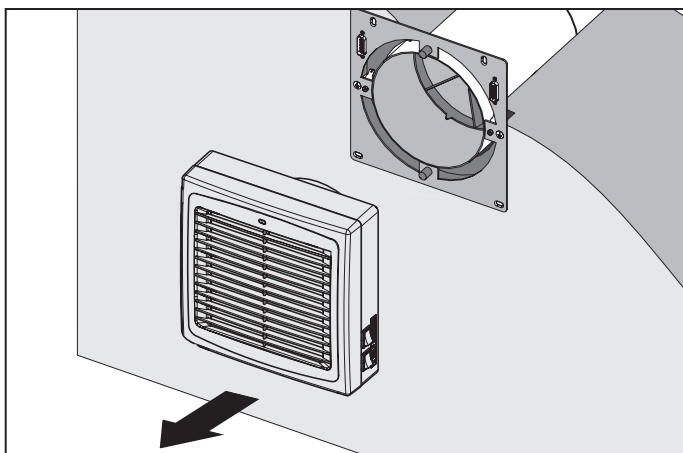

Рис. 22. Снятия блока вентилятора
- Снимите блок вентилятора, потянув его на себя (см. Рис.22.).